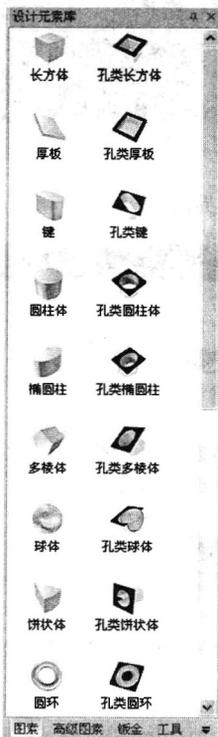

图 1-6 “图素”设计元素库
**Step4** 在如图 1-6 所示的“图素”设计元素库中选择“厚板”元素，放置于绘图区中。